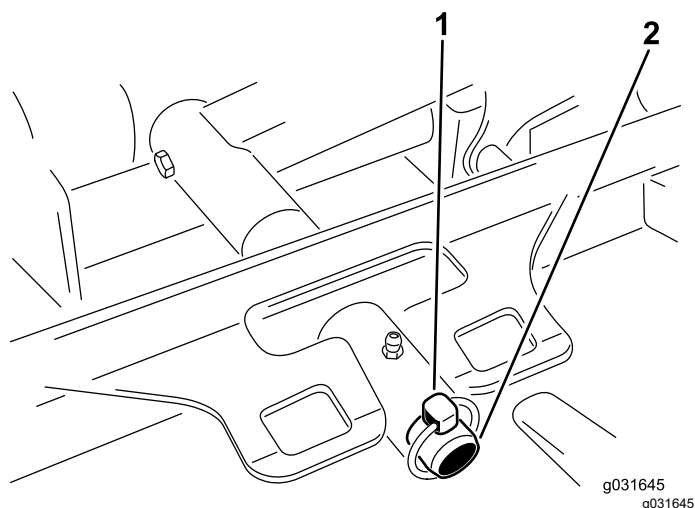

图 66
- 卸下将刀盘承载架固定至提升臂枢轴销的保险销或锁紧螺母 图 66。
- 将刀盘承载架滑到提升臂枢轴销上并用保险销或锁紧螺母固定 图 66。